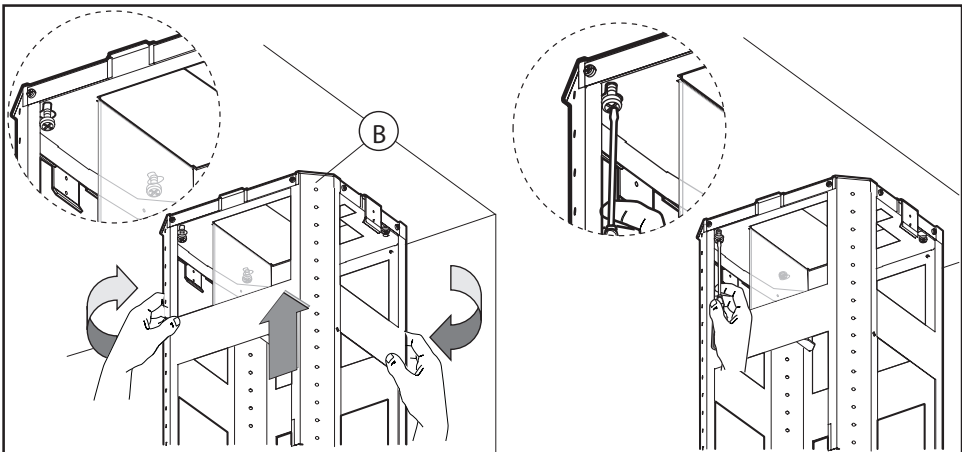

Fig.4
-Ta den övre delen av strukturen **B** (Fig.4) och sätt i den på de 3 skruvarna som inte är helt åtdragits i nivå med de 3 hålen.
Vrid lite för att fästa (Fig.4).